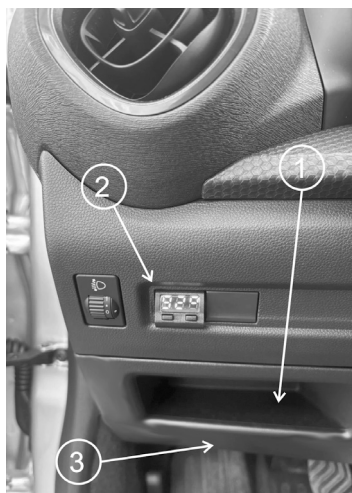

Рис.1 Вид на панель приборов.
4.1 Снимите крышку блока предохранителей (поз.1, **рис.1**).
4.2 Извлеките одну из декоративных заглушек панели приборов (поз.2, **рис.1**).
4.3 Протяните жгут проводов БК от диагностической колодки (находится слева от водителя, рядом с рычагом открытия капота (поз.3, **рис.1**) и соедините колодку жгута БК с диагностической